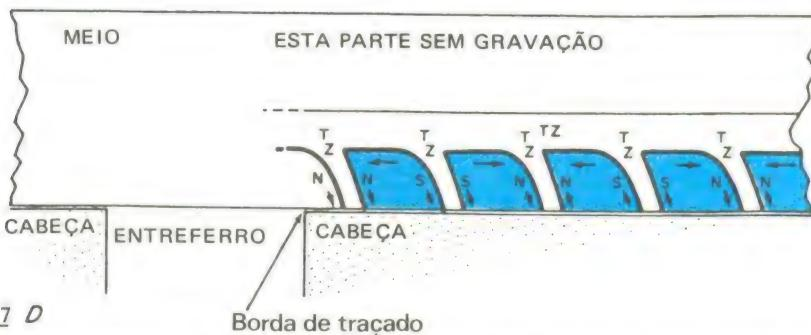

FIGURA 7 D
FIGURA 7: (A) Entreferro da cabeça de reprodução, em contato com meio de gravação magnetizado ideal. (B) Entreferro da cabeça de reprodução, exibindo duas transições máximas do fluxo de saída. (C) O mesmo que (B), mas com as transições de fluxo muito próximas entre si. (D) o mesmo que (C), exceto que a potência de gravação foi reduzida para aliviar os efeitos da densidade elevada. As setas indicam o sentido de magnetização, N: polos orientados para o norte; S: polos orientados para o Sul; TZ: zona de transição.